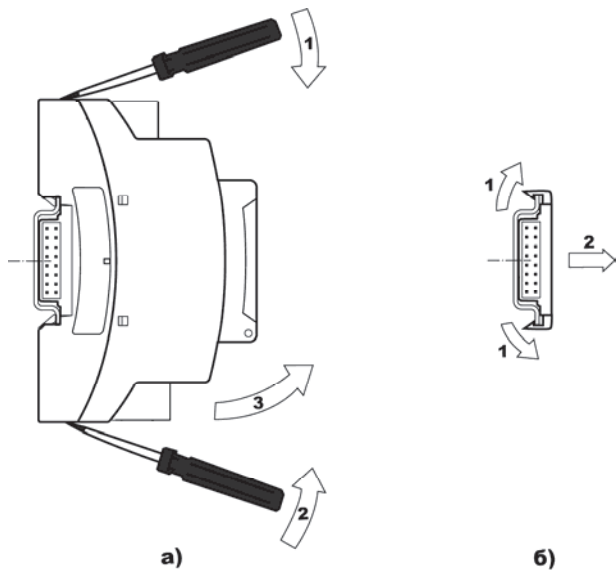

Рисунок 5.3 – Демонтаж модуля с DIN-рейки
- при помощи отвертки открыть защелки, фиксирующие контроллер на DIN-рейке (см. рисунок 5.3, а).
- для снятия соединителя следует поддеть пальцами одновременно все его крючки, потянуть на себя (см. рисунок 5.3, б).
Соединители располагаются между модулями и DIN-рейкой (см. рисунок 5.3). Соответствующий модулю соединитель входит в комплект поставки.